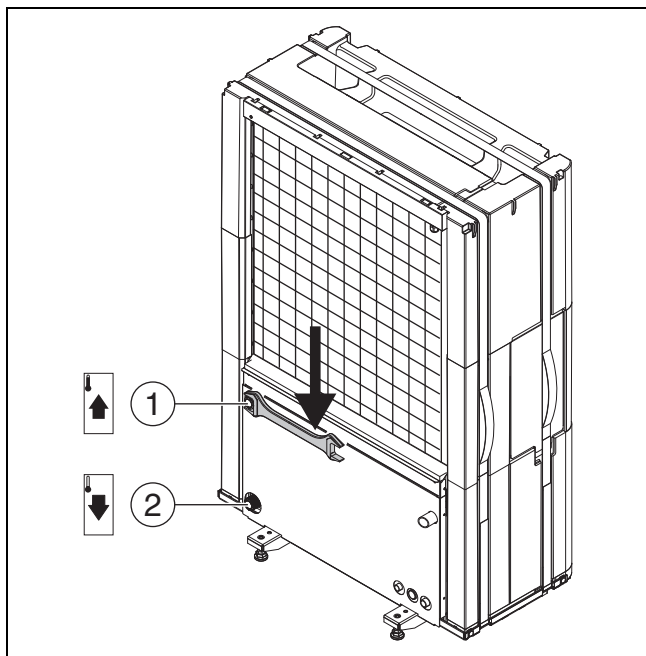

Рис. 15 Подключение труб теплоносителя, одинаковое у всех типоразмеров
- ▶ Подключите подающую линию к внутреннему блоку на выходе теплоносителя теплового насоса (→ [1], рис. 15).
- ▶ Подключите обратную линию от внутреннего блока на входе теплоносителя теплового насоса (→ [2], рис. 15).
- ▶ Затягивайте соединения труб теплоносителя с моментом 120 Нм. Направляйте усилие вниз (→ рис. 15), чтобы предотвратить боковые нагрузки на конденсатор. Если уплотнение соединения не герметично, то его можно подтянуть с моментом затяжки до 150 Нм. Если соединение по-прежнему негерметично, это указывает на повреждение уплотнения или подсоединенной трубы.